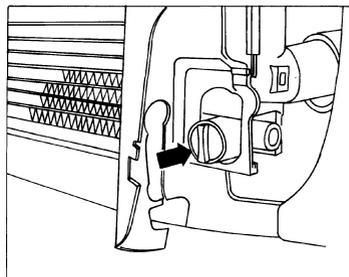

图 2-4 拧下散热器上的排放螺塞
10) 向左拧下散热器上的排放螺塞 (图 2-4 箭头所指)。如需要, 可接上排放软管。